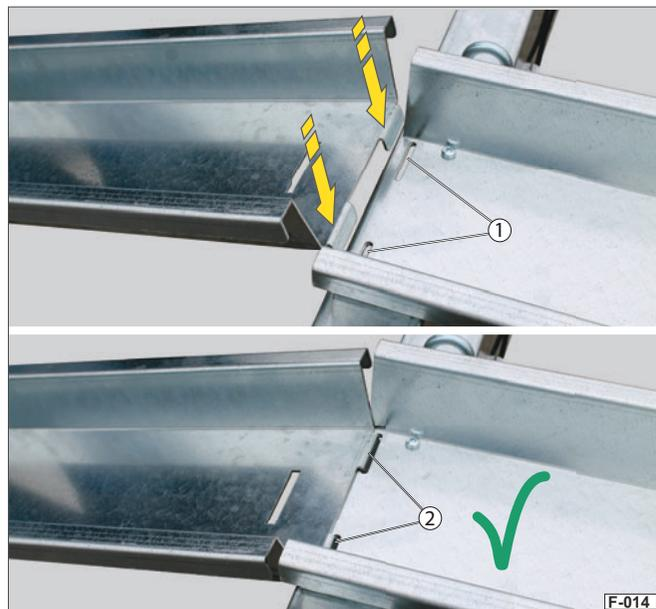

Abb. 14 Auffahrschiene sichern
- ▶ Hängen Sie die Sicherungslappen (Abb. 14/2) in die Schlitzlöcher der Standschiene (Abb. 14/1) ein.